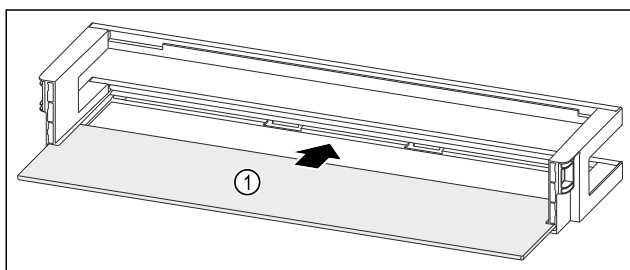

Fig. 131 Türabsteller mit Abstellfläche
- Abstellfläche Fig. 131 (1) in die seitlichen Einsparungen einschieben.